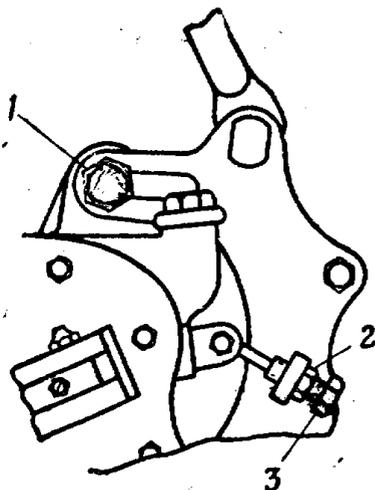

Рис. 9. Регулировка натяжения передней цепи:
4. Ослабить гайки 1 (рис.9) крепления коробки передач к кронштейнам и контргайку 2 регулировочного болта 3.